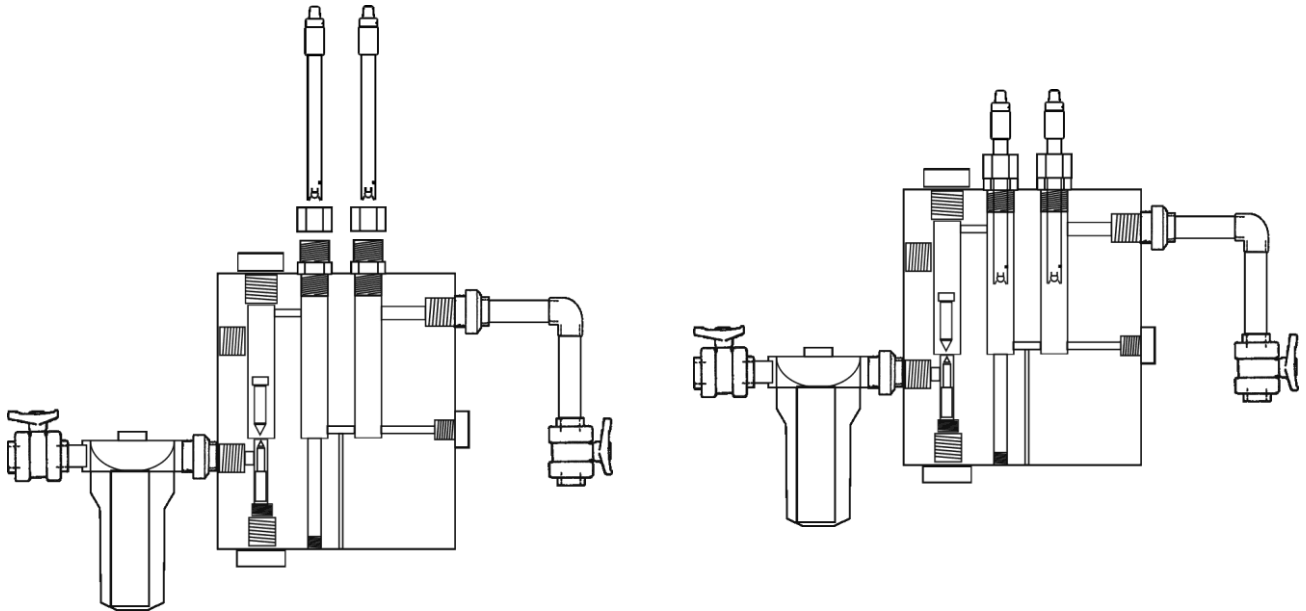

Fig. 10a, Ext-1E (Ver fig 3)
1. Insertar los sensores de pH/ORP suministrados con el equipo en el correspondiente alojamiento del porta-sondas. EXT-1E (Fig. 10a) / EXT-2 (Fig. 10b).